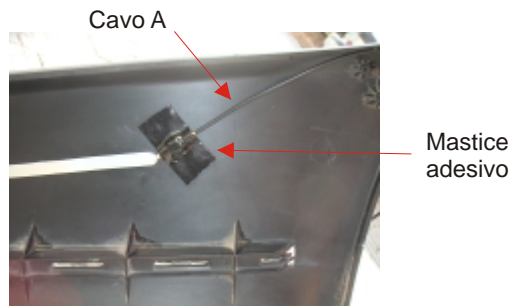

Fig.4
Collegare il cavo (A) al sensore antenna. Si consiglia di rivestire e bloccare la connessione con il mastice fornito nel kit (fig. 4).